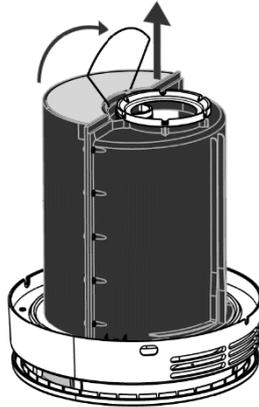

Figure 32 - Retirez le filtre externe.
- Ouvrez le support métallique qui maintient le filtre extérieur en place (voir Figure 32 ci-dessous). Retirez le filtre usagé et éliminez les éventuelles saletés à l'aide d'un chiffon sec. Le filtre usagé peut être jeté avec les déchets ménagers.